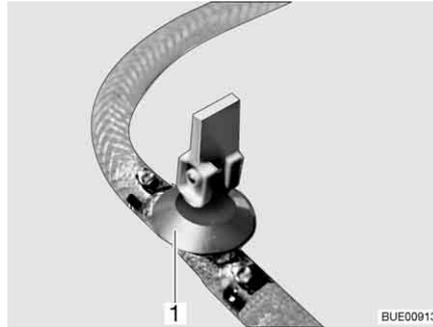

Fig. 184 Torneira de descarga
- Feche a torneira/as torneiras de descarga. Para isso, coloque a alavanca basculante (Fig. 184,1) em posição horizontal.
- Abra a torneira/as torneiras de descarga (Fig. 184). Para isso, coloque a alavanca basculante (Fig. 184,1) em posição vertical. O termoacumulador é despejado para fora.